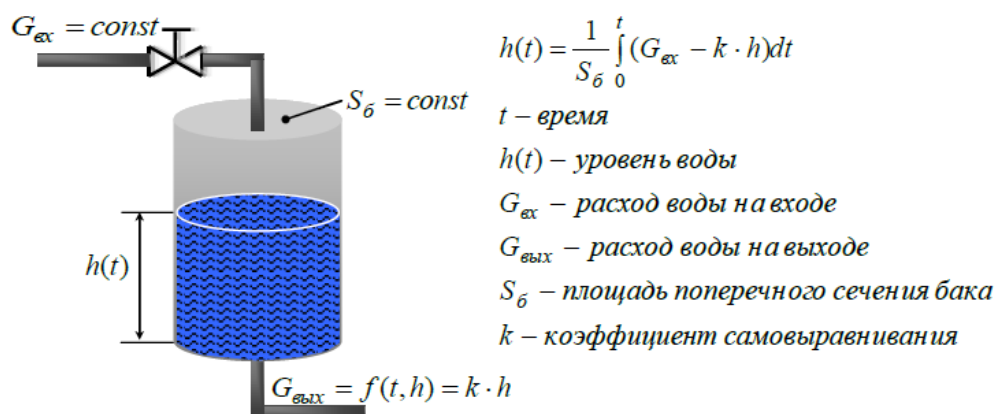

Рис. 6.3. Технологическая схема процесса 2
3. Усложним моделируемый объект (рисунок 6.3). Пусть теперь расход воды на выходе из бака будет зависеть не только от времени, но и от величины уровня воды в баке.